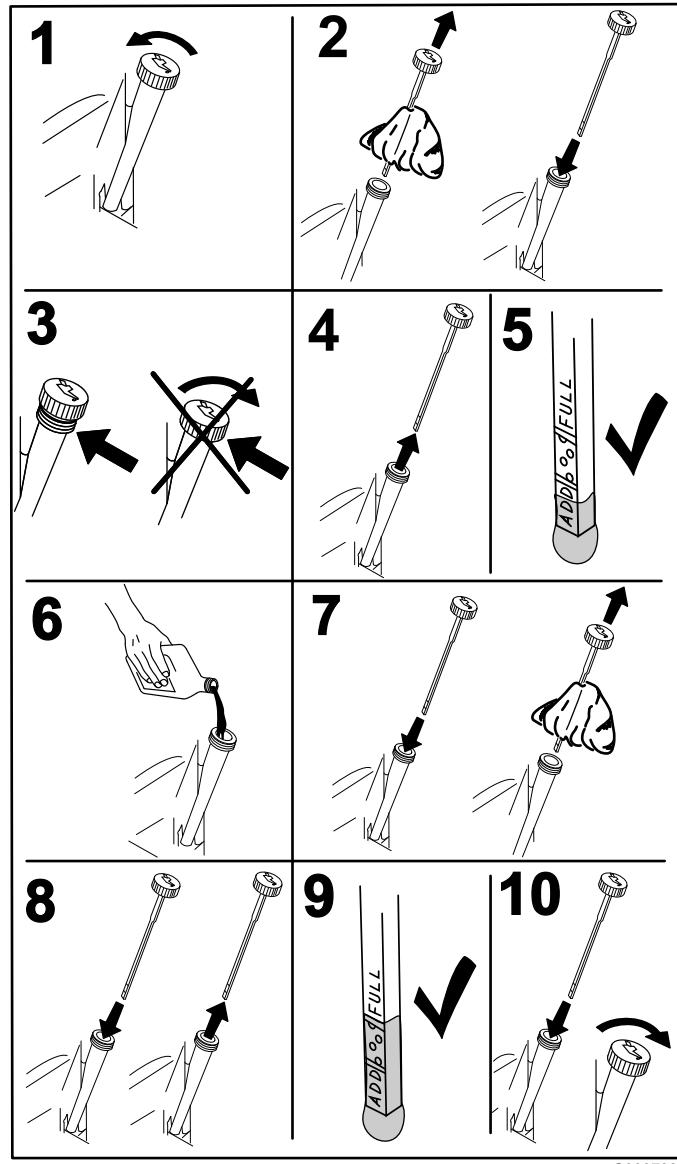

Figura 41
- Pare el motor, retire la llave y espere a que se detengan todas las piezas en movimiento antes de abandonar el puesto del operador (Figura 41).